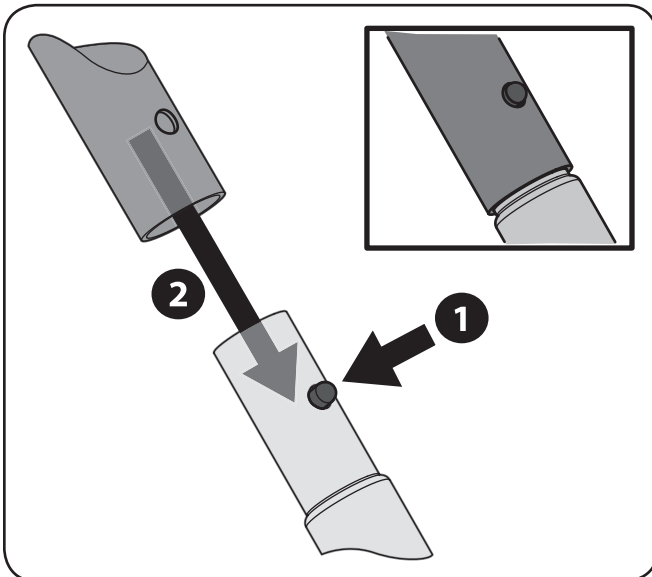

Figura 3-6
- Las piezas del bastidor se conectan con un enganche de resorte que se inserta en el orificio de la pieza conectora a fin sujetar cada pieza en su lugar. Oprima el botón del enganche de resorte y deslícelo dentro de la pieza conectora hasta que entre a presión en el orificio. Consulte la Figura 3-6.